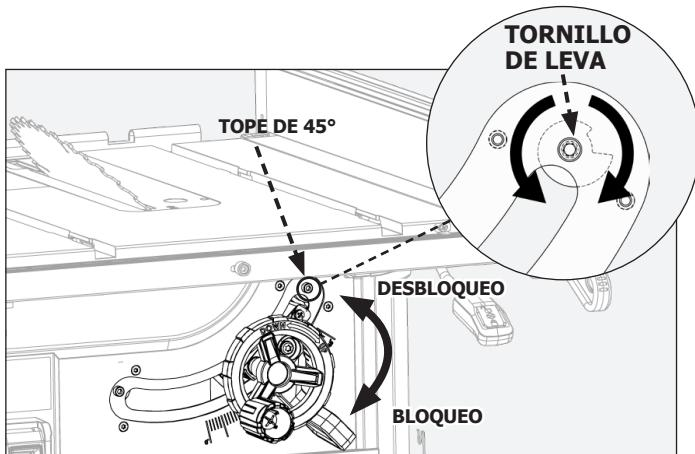

FIGURA 34
**NOTA:** Para conocer las posiciones de bloqueo y desbloqueo, consulte la FIGURA 34.
5. Si la hoja no queda colocada a 45° de la mesa cuando se inclina hacia la leva de tope de bisel de 45°, siga los pasos 1 a 4 ajustando la leva de tope de bisel de 45° utilizando el lado de 45° de la escuadra combinada (FIGURA 34).